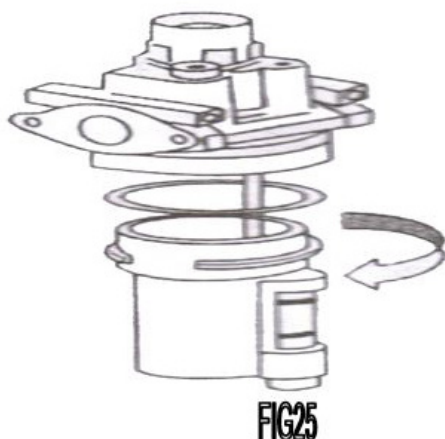

FIG25
4. Kontroller regelmæssigt oliestanden i oliebeholderen. Hvis olieniveauet er under mærket, påfyld SAE30 smøreolie i tide (Fig. 25)